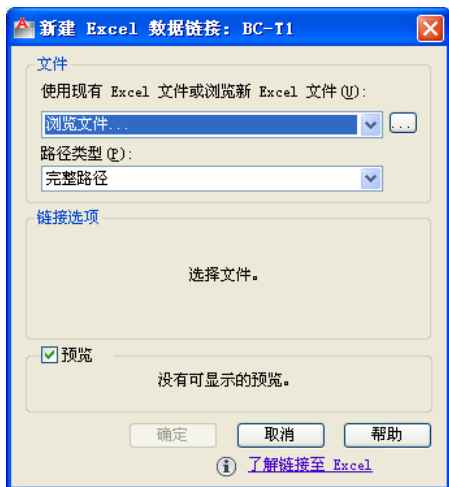
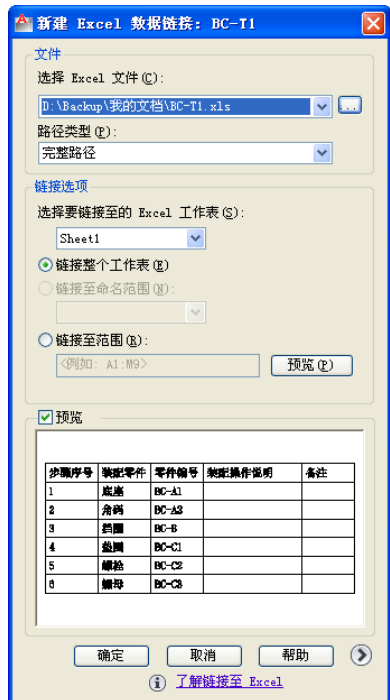

图 7-17 “新建 Excel 数据链接”对话框
图 7-18 新建 Excel 数据链接
(5) 系统弹出如图 7-17 所示的“新建 Excel 数据链接：BC-T1”对话框。单击“浏览文件”按钮，通过弹出的对话框选择所需的 Excel 文件（如之前保存在磁盘中的“BC-T1.XLS”文件）。“新建 Excel 数据链接：BC-T1”对话框将变为如图 7-18 所示。此时在对话框中可以预览表格效果。